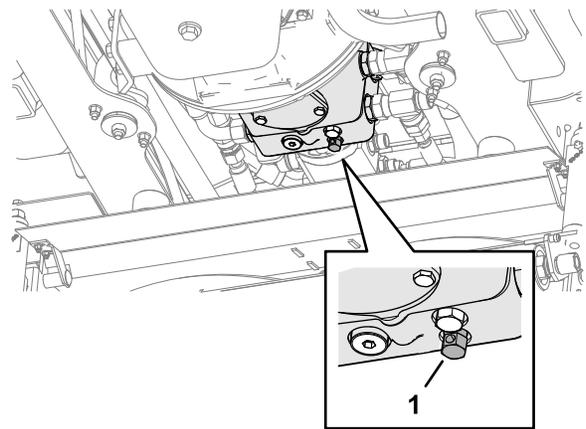

Figure 37
1. Libérez le système de freinage de service hydraulique en tournant la vanne de dérivation, située sous la pompe de transmission, dans le sens antihoraire, de 3 tours au maximum (Figure 37).